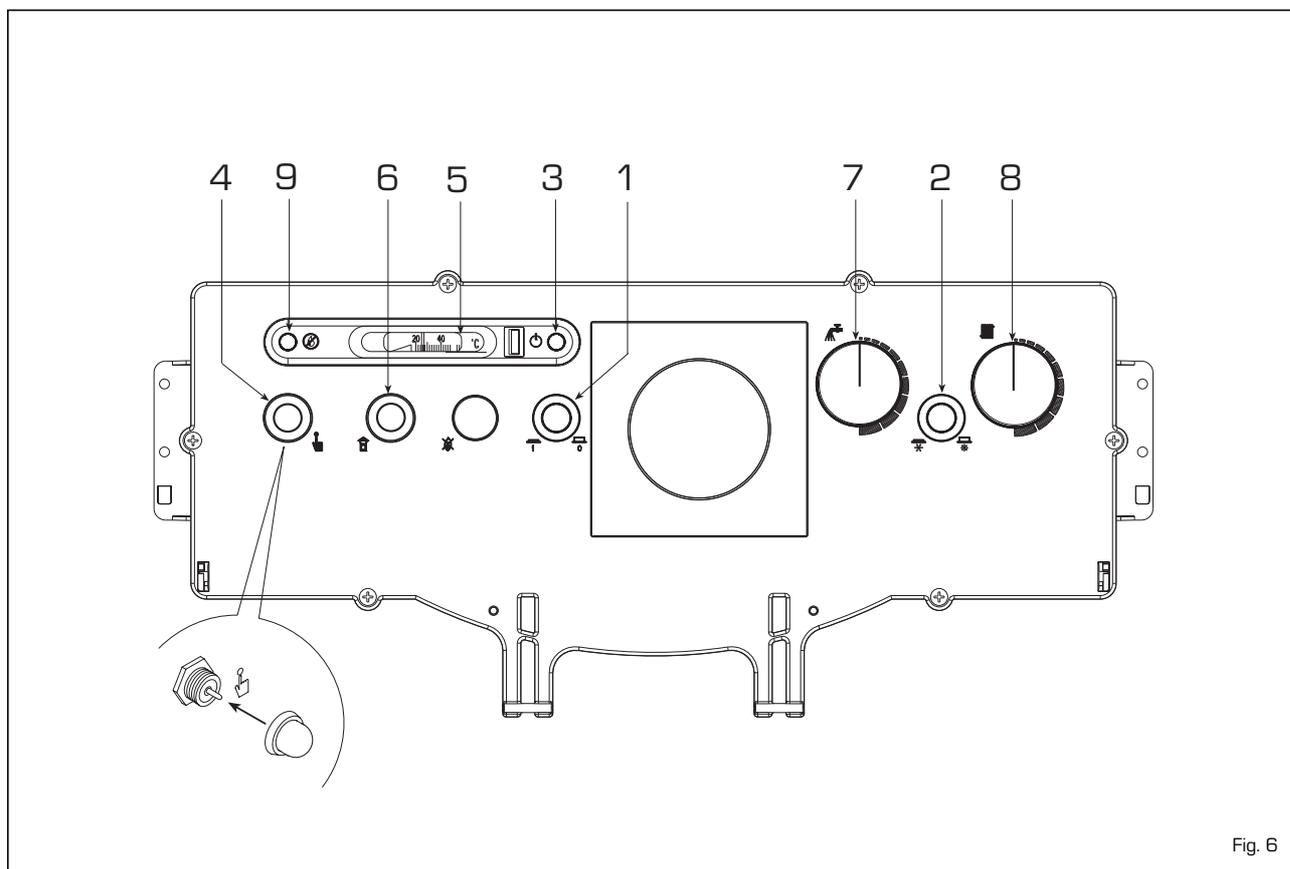

Fig. 6
3.2.1 Accensione caldaia (fig. 6)
- selezionare la temperatura del bollitore agendo sulla manopola del termostato (7). Il circolatore che serve il bollitore continuerà a funzionare fino a quando non risulterà soddisfatta la temperatura prescelta. Durante la fase di produzione dell'acqua calda sanitaria la caldaia funzionerà automaticamente mantenendo la temperatura di riscaldamento, segnalata sul termometro (5), sul valore di 80°C per mezzo del termostato limite (6);
- soddisfatta la produzione di acqua calda sanitaria, con il deviatore (2) sulla posizione estate, si ha l'arresto sia del bruciatore che del circolatore; con il deviatore (2) in posizione inverno si metterà in funzione il circolatore dell'impianto comandato dal termostato ambiente. In tal caso, il bruciatore funzionerà controllato dal termostato caldaia (8) alla temperatura impostata dall'utente;
- per garantire un rendimento ottimale della caldaia, evitando possibili formazioni di condensa, si consiglia di regolare la manopola del termostato caldaia (8) ad una temperatura non inferiore a 60°C. Il valore della temperatura impostata si controlla sul termometro (5).
3.2.2 Termostato sicurezza (fig. 6)
3.2.3 Riempimento impianto (fig. 6)
3.2.4 Spegnimento caldaia (fig. 6)